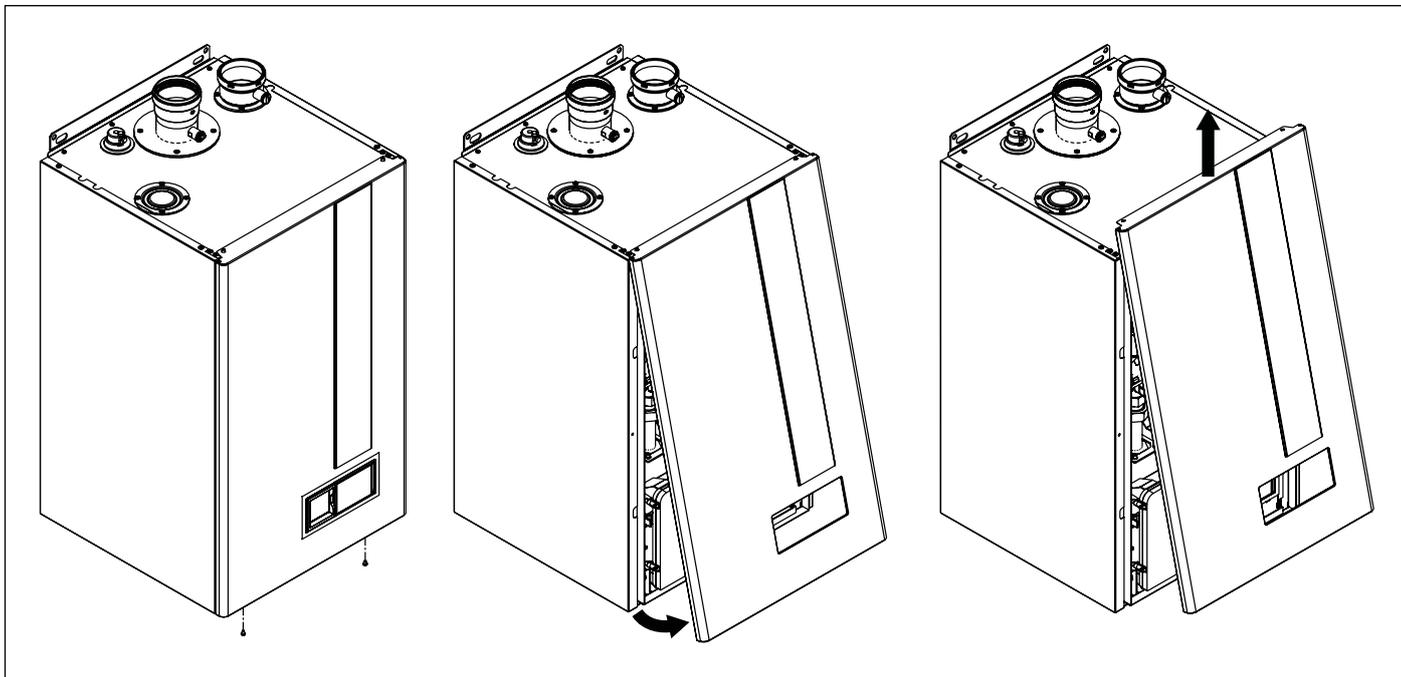

Рис. 22 Отвір у корпусі
- Зніміть передню панель бойлера (див. Рис. 22 Отвір у корпусі).